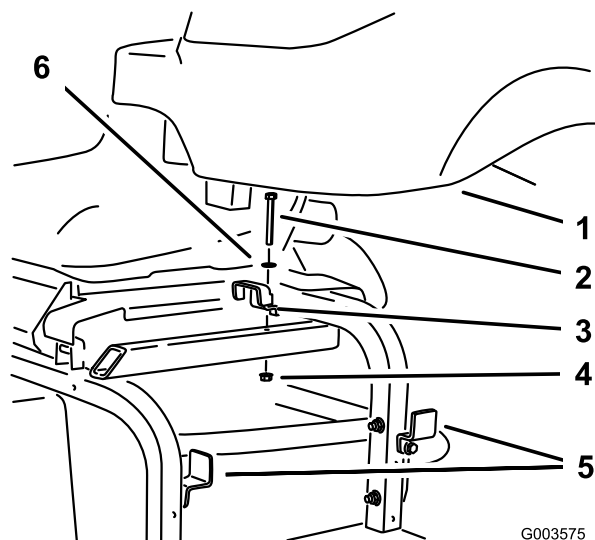

図 7
7. 機体フレームから油圧オイルタンクの上部ブラケットを外し、フレーム側部についているブラケット (2つ) をゆるめる (図 7)。タンクを外す: タンクは捨てずに保管するが、上ブラケット、ボルト、ワッシャ、ナットは捨てる。